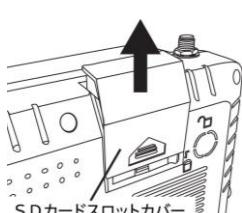

図 2
①モニター背面のSDカードスロットカバーを上方向に押し上げて取り外してください(図2参考)。
- ①モニターのSDカードスロットへSDカードが挿入されていることを確認してください（図2、3参考）。
- ②『●電源のON/OFF』を参考にし、モニターを起動させてください。